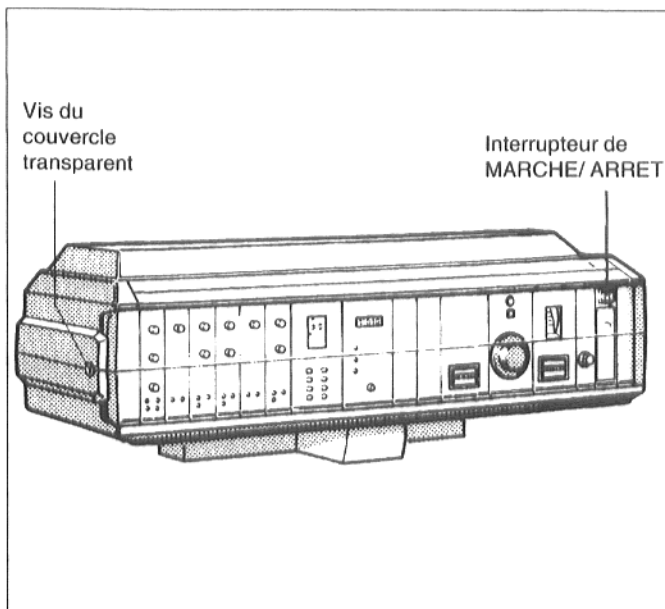

Fig. 38 : système de régulation 3000
Amener la fente de la vis du couvercle transparent du tableau de commande en position horizontale (fig. 38), par exemple à l'aide d'une pièce de monnaie. Retirer le couvercle transparent vers l'avant.
- Mettre l'interrupteur de fonction (fig. 38 ou 39) (pour les chaudières doubles, sur les deux appareils de régulation) en position 0 (ARRET).